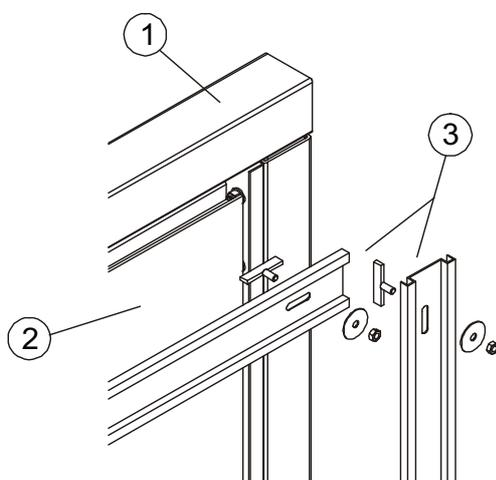

Fig. 32
Fissare il pannello removibile (2) alla struttura metallica (1) con coprifili verticali e orizzontali (3), vedi Fig.32 . Bloccare i coprifili con il sistema a chiavetta e relativo bullone come descritto in precedenza .